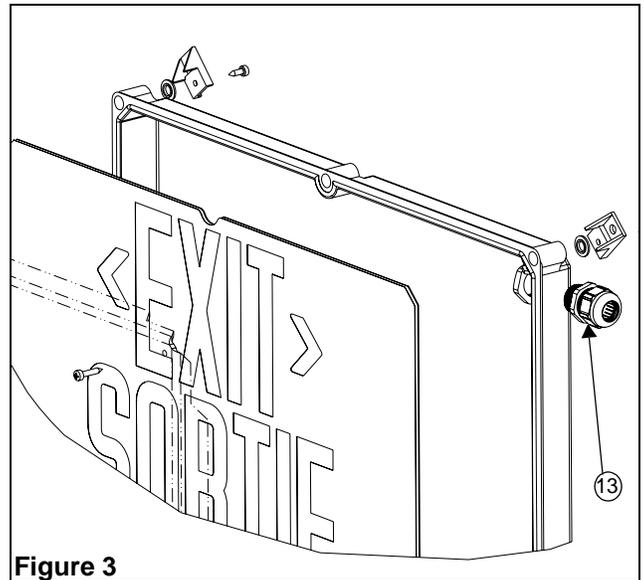

Figure 3
| | 13. Raccord étanche (voir fig.3) |
4. Si l'unité est double-face, enlever les deux lentilles. Un pavillon sera installé sur chaque unité, dans les coins opposés. Les unités peuvent être alimentées indépendamment en passant les fils directement par leur pavillon respectif. L'autre méthode consiste à alimenter une unité par le pavillon pour ensuite connecter la deuxième unité à cette dernière. Pour ce faire, percer un trou de 3/4" sur chaque unité et installer les raccords étanches (voir Fig.3). S'assurer que les raccords n'interfèrent pas avec la lentille. Ensuite, utiliser le câble fourni pour relier le courant alternatif à la deuxième unité.
2. Installer les quatre supports de montage au boîtier (voir fig.3). Utiliser les rondelles en plastique entre le cadre et le support et serrer le tout à l'aide de vis 10-32 x 3/8".